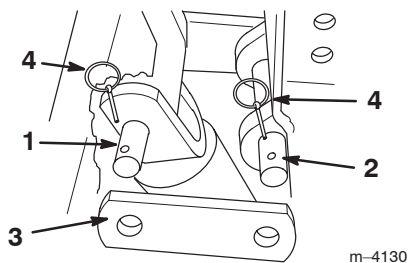
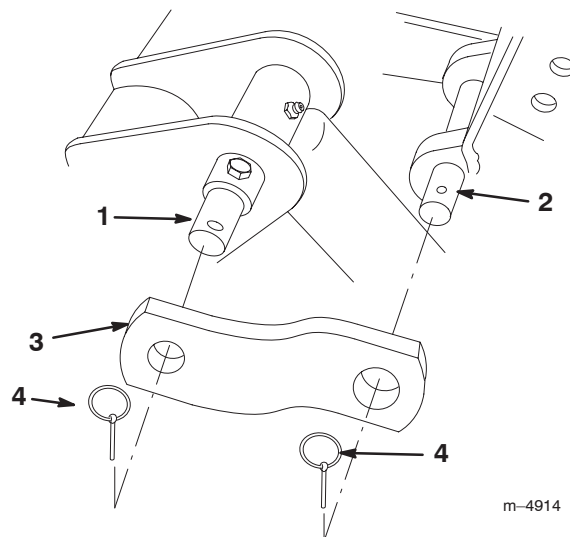

Abbildung 15
Abbildung 16
18. Die beiden Verbindungsstücke auf die Enden des Kippzylinderstifts und des Löffelbagger-Verbindungsstifts schieben und mit zwei Lünsen sichern (Abb. 15 für Zugmaschinen der Serie Dingo 200/300 bzw. Abb. 16 für Zugmaschinen Dingo TX).